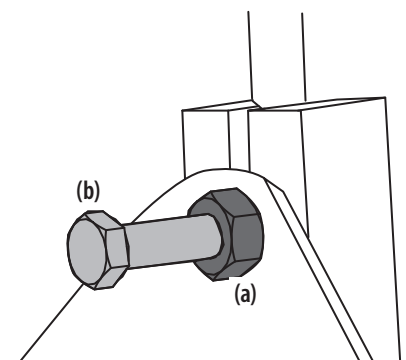

Figure 5-17
1. Trouvez le boulon de réglage du frein de stationnement placé près du moteur. Voir Figure 5-17.
2. Desserrez l'écrou autobloquant (a) et serrez le boulon (b) pour ajuster le frein de stationnement. Tournez le boulon jusqu'à ce qu'il touche le levier, puis desserrez-le d'un quart de tour. Voir Figure 5-17.